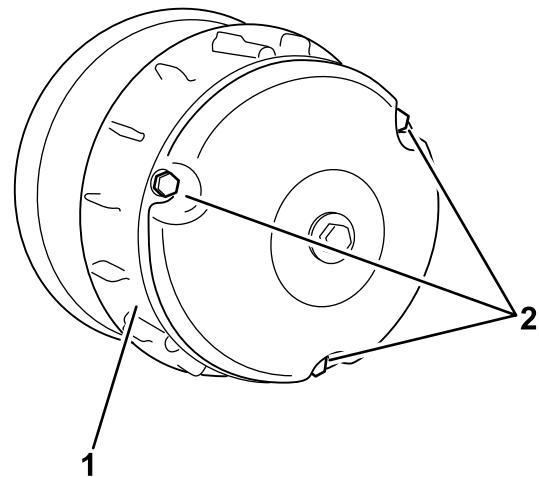

Figure 66
- 4. Posez le couvercle d'embrayage et fixez-le avec les 3 boulons (Figure 66) que vous avez retirés à l'opération **2**.
2. Retirez les trois boulons qui fixent le couvercle de l'embrayage et déposez le couvercle (Figure 66).